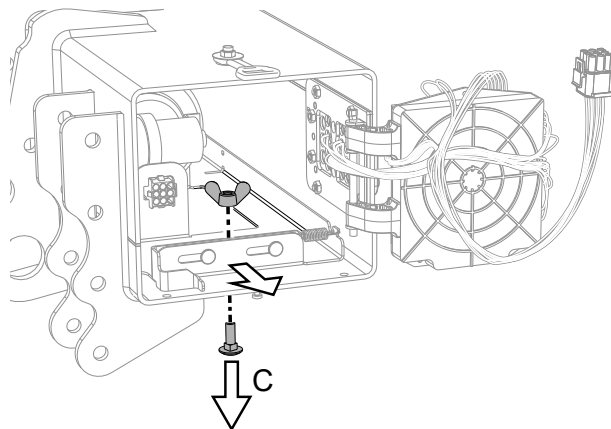
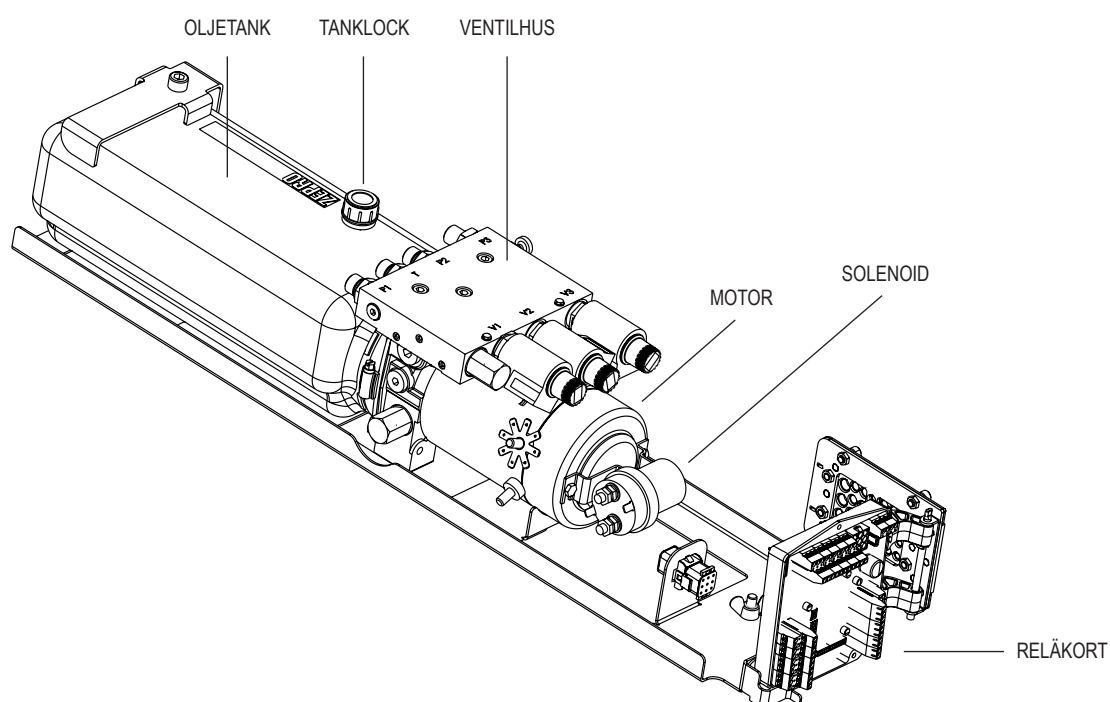

Bild 20. Frigöring hydraulaggregat
Bild 22. Hydraulaggregat och reläkort
4. Frigör hydraulaggregat genom att skruva loss vingmuttern och tillhörande skruv (C), se Bild 20 och dra ut hydraulaggregatet till dess att tanklocket är åtkomligt, se Bild 22.